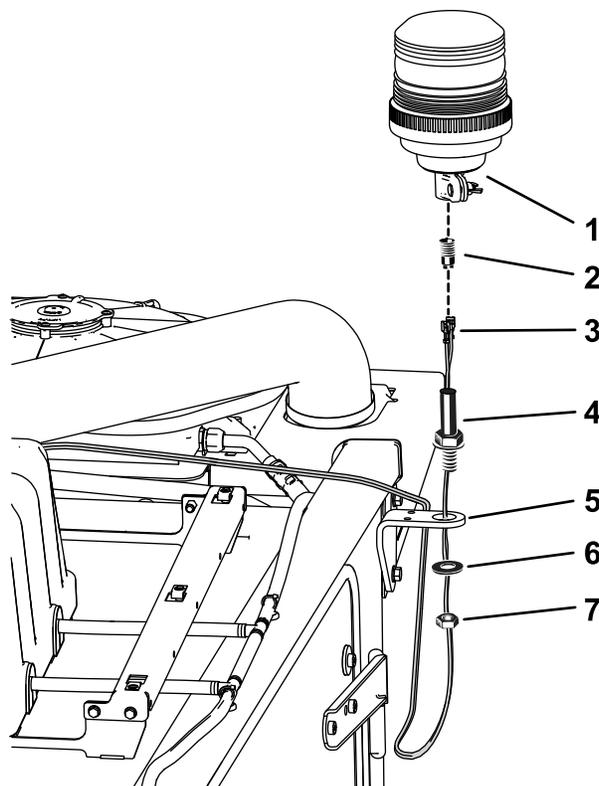

图 6
5. 将警示灯支架安装到驾驶室上如图 6。
注意 可将警示灯接头旋出警示灯槽以便进行连接如图 6。
8. 如图 6 所示将警示灯安装到支架上。